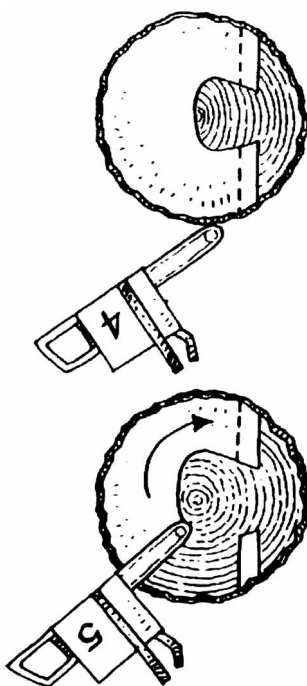

FIG. 070
- El corte de tumbado será horizontal y algo por encima del horizontal de la entalladura guía. **FIG. 070**
- Entre la entalladura y el corte final o de volteo se dejara una tira a ambos lados regulares sin cortar que harán de bisagra orientando la caída. **FIG. 070**